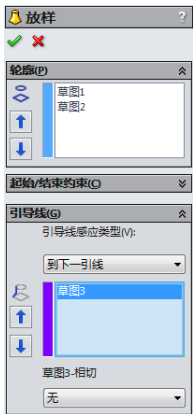

图 3-61 “放样”属性管理器
**11** 执行放样命令。在菜单栏中选择“插入”→“凸台/基体”→“放样”命令, 或者单击“特征”工具栏中的“放样”图标按钮, 执行放样命令, 系统弹出如图 3-61 所示的“放样”属性管理器。